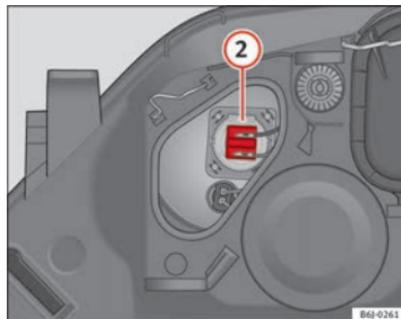

Fig. 154 Abbaglianti
- Estrarre il connettore ⇒ fig. 154 ② tirando verso l'esterno.